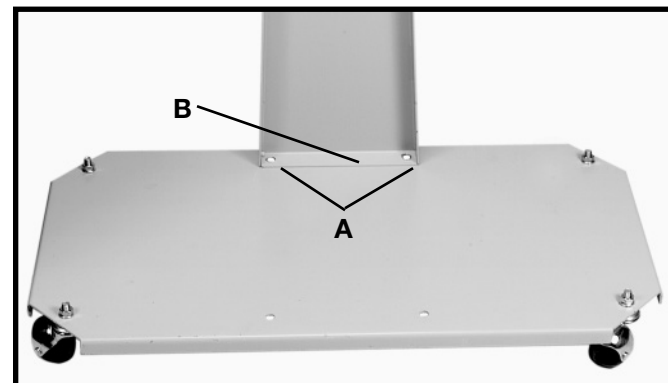

Fig. 5
1. Coloque la base del colector de polvo (A), Fig. 5, sobre su lado.